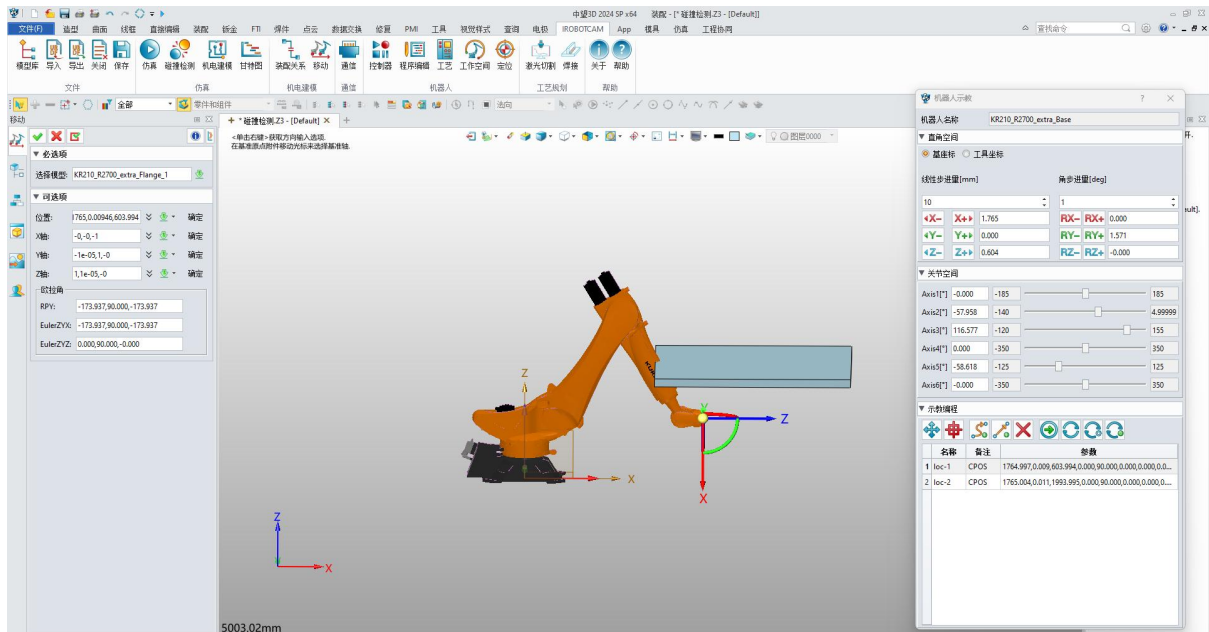

图 11-14: 第一个记录点
- 在“IROBOTCAM”列中，点击“碰撞检测”按钮。(图 11-14)